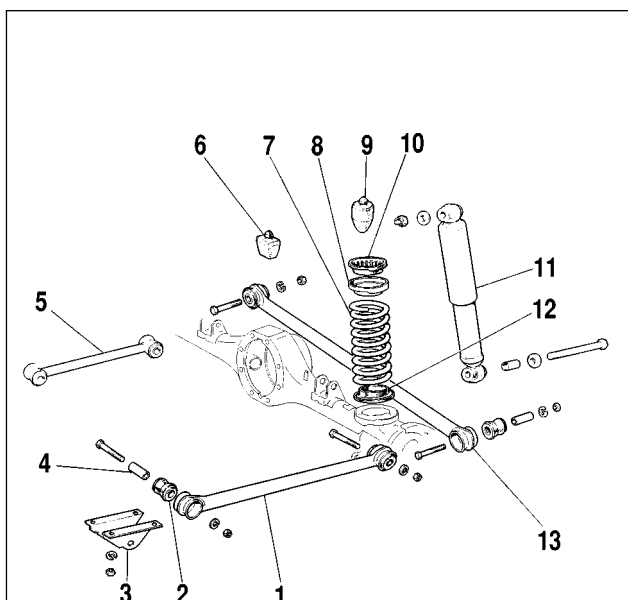

Bild 4-15. Teile der hinteren Aufhängung:
- Die Teile der Hinterachse sind in Bild 4-15 gezeigt.